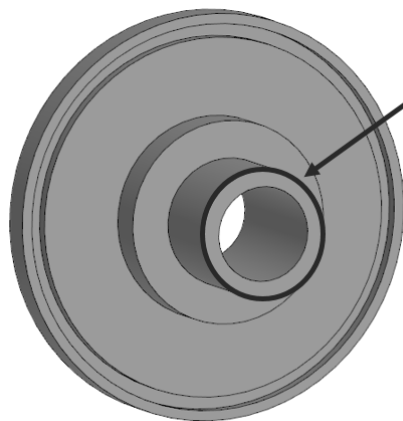

Рисунок 2.2.7 — Указание ребра для построения фаски
- укажите ребро в **Графической области** (см. рисунок 2.2.7);